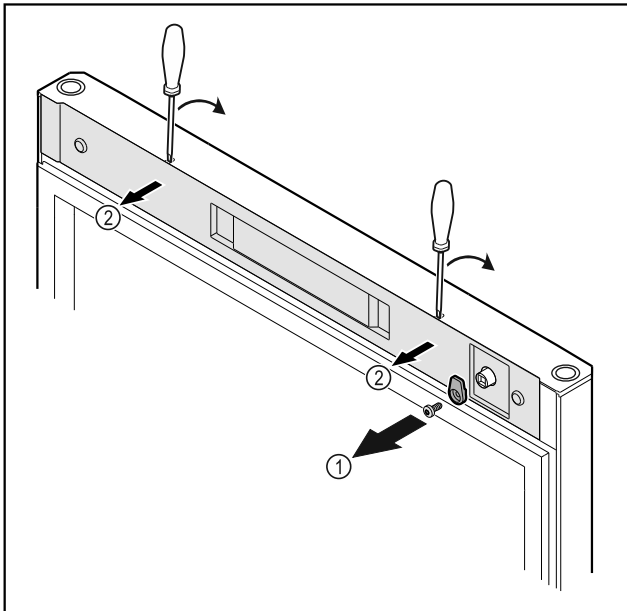

Fig. 14
- ▶ Csavarja le a reteszelő kampót Fig. 14 (1).
- ▶ Pattintsa ki a burkolatot Fig. 14 (2) egy csavarhúzó segítségével, és vegye le.